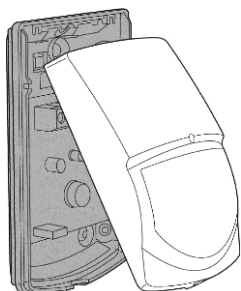

Рис.2
- Извещатель можно размещать на стене, потолке или в углу. Для удаления передней крышки отвинтите крепление и аккуратно снимите крышку (см. рисунок 2). Для установки извещателя разрешается использовать кронштейны (не входят в комплект поставки).